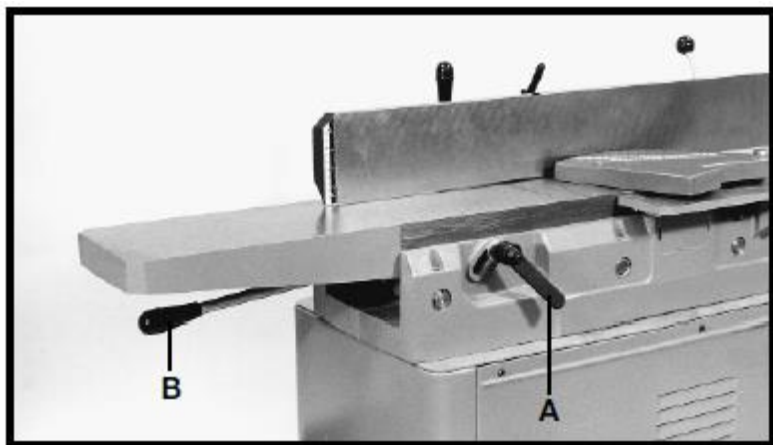
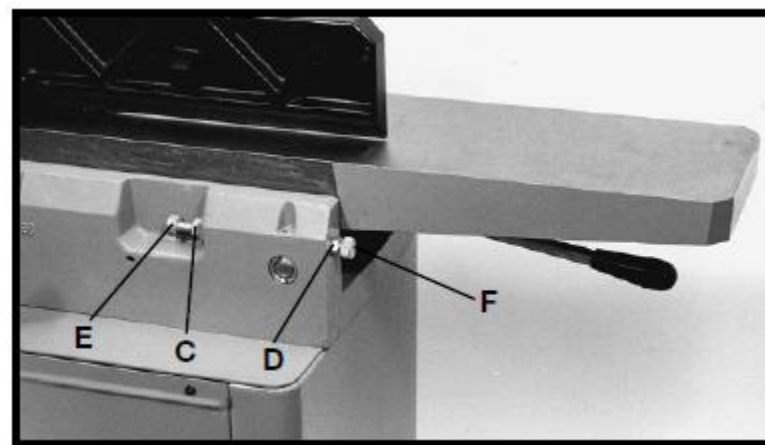

Рис. 18
Рис. 19
Выводной стол должен быть точно выровнен с ножами, когда ножи находятся в своей наивысшей точке вращения. Для перемещение выводного стола ослабить рукоятку фиксации стола (А), рис. 18, и переместить стол, поднимая и опуская рычаг (В) до тех пор, пока стол не будет на одном уровне с ножами. Может потребоваться ослабить две контргайки (С) и (D), рис. 19, и два регулировочных винта (Е) и (F) при перемещении стола вверх или вниз. Когда выводной стол будет на одном уровне с ножами в своей наивысшей точке вращения, затянуть рукоятку фиксации стола (А), рис. 18, и вращать регулировочный винт (Е), рис. 19, до упора. Затем затянуть контргайку (С). Винт (F) также является жёстким упором нижнего предела выводного стола. Предполагается, что данный упор также затягивается контргайкой (D), когда выводной стол устанавливается на одном уровне с ножами. Это предотвратит выводной стол от случайного опускания.